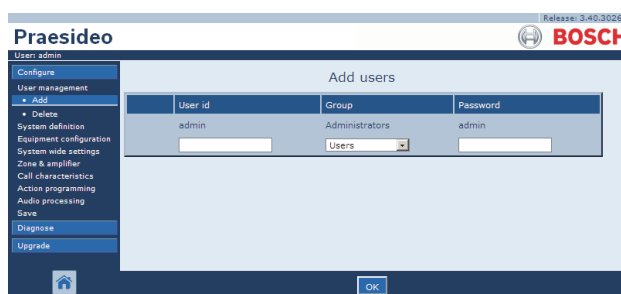

figura 42.2: Adicionar um utilizador, passo 1
- 1 Vá para *Configure > User management > Add*. Aparece um ecrã semelhante ao da figura 42.2 na moldura principal da interface da Web.